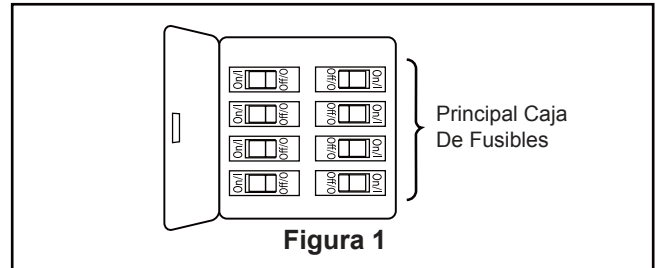

Figura 1
Uso de perfil bajo (Figura 1)
Para evitar una posible descarga eléctrica, asegúrese de cortar la alimentación eléctrica de la caja de fusibles principal antes de colgar el ventilador. (Figura 1)
1. Instale la unidad del motor a la unidad de soporte de techo utilizando los tornillos retirados previamente fije con seguridad los tres tornillos. (Figura 1)
1. Coloque las palas a través de las ranuras en la cubierta del motor y fije la unidad del motor usando los Tornillo de cabeza troncocónica con arandela de resorte/arandela plana #8-32. Asegúrese de que los tornillos fijan adecuadamente las palas al centro del motor estando éstas colocadas correctamente. (Figura 1)
1. Extraiga uno de los tres tornillos del soporte ubicado en la parte inferior de la unidad del motor. Guárdelos para después y afloje levemente los otros dos tronillos. (Figura 1)
- 1. IMPORTANTE:** El uso de un regulador de la intensidad completa (no incluido) para controlar la velocidad del ventilador dañará el dispositivo. Para reducir el riesgo de incendio o descarga eléctrica, no utilice dicho regulador para controlar la velocidad del ventilador. (Figura 1)